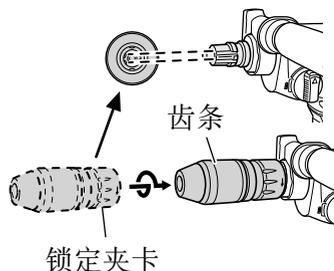

图 15
- (1) 使锁定夹卡与齿条吻合。
- (2) 推入锁定夹卡，并按照锁定夹卡上显示的方向进行旋转。
- (3) 试着拉出锁定夹卡，确认已安装牢固 (图 15)。